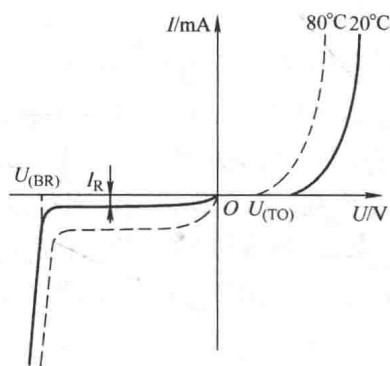

图 1-17 二极管的温度特性
(2) 二极管的温度特性 二极管是对温度非常敏感的器件。实验表明, 随温度升高, 二极管的正向压降会减小, 正向伏安特性左移, 即二极管的正向压降具有负的温度系数 (约为 $-2\text{mV}/^\circ\text{C}$); 温度升高, 反向饱和电流会增大, 反向伏安特性下移, 温度每升高 10°C , 反向电流大约增加一倍。图 1-17 所示为温度对二极管伏安特性的影响。